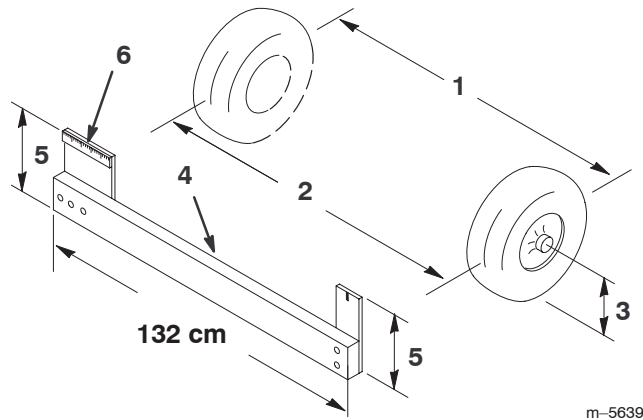

Bild 48
4. Messen Sie den Abstand zwischen beiden Vorderreifen auf Achshöhe (an der Vorder- und Rückseite der Vorderreifen) (Bild 48). Eine Messlehre ist für das hintere Maß der Vorderreifen auf Achshöhe erforderlich. Benutzen Sie das gleiche Maß für das genaue Vermessen der Vorderseite der Vorderreifen auf Achshöhe (Bild 48).